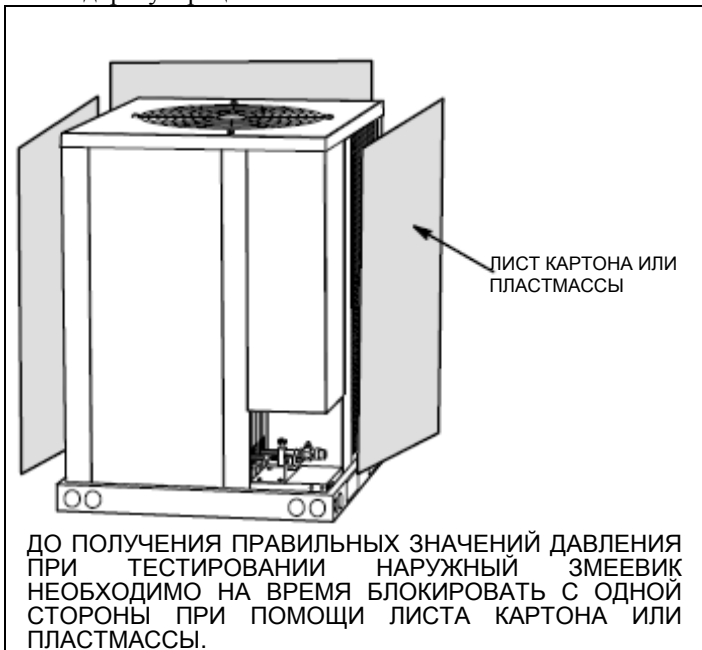

Рис. 11. Блокирование наружного змеевика
1. Если температура наружного воздуха ниже 65°F (18°C), для достижения диапазона давления жидкости в 325–375 фунт./кв.дюйм изб. (2240–2585 кПа) может потребоваться ограничение воздушного потока через наружный змеевик. Высокое давление необходимо для проверки заряда. Блокируйте равные участки наружного змеевика со всех сторон змеевика до тех пор, пока давление жидкости не будет находиться в диапазоне 325–375 фунт./кв.дюйм изб. (см. Рис. 11).